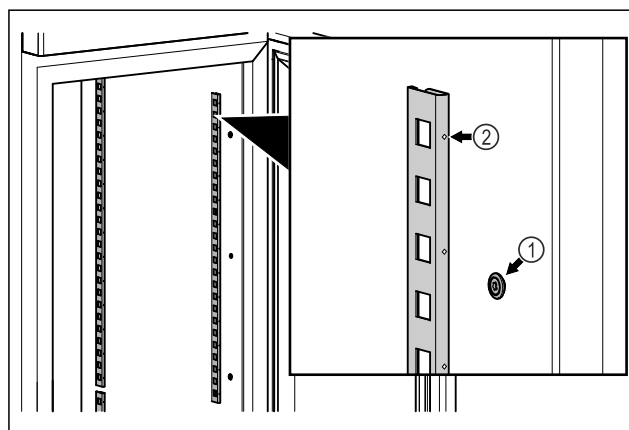

Fig. 79 Immagine a titolo di esempio
- Agganciare le barre di arresto in sospensione Fig. 79 (1). Il contrassegno Fig. 79 (2) deve essere rivolto in avanti.